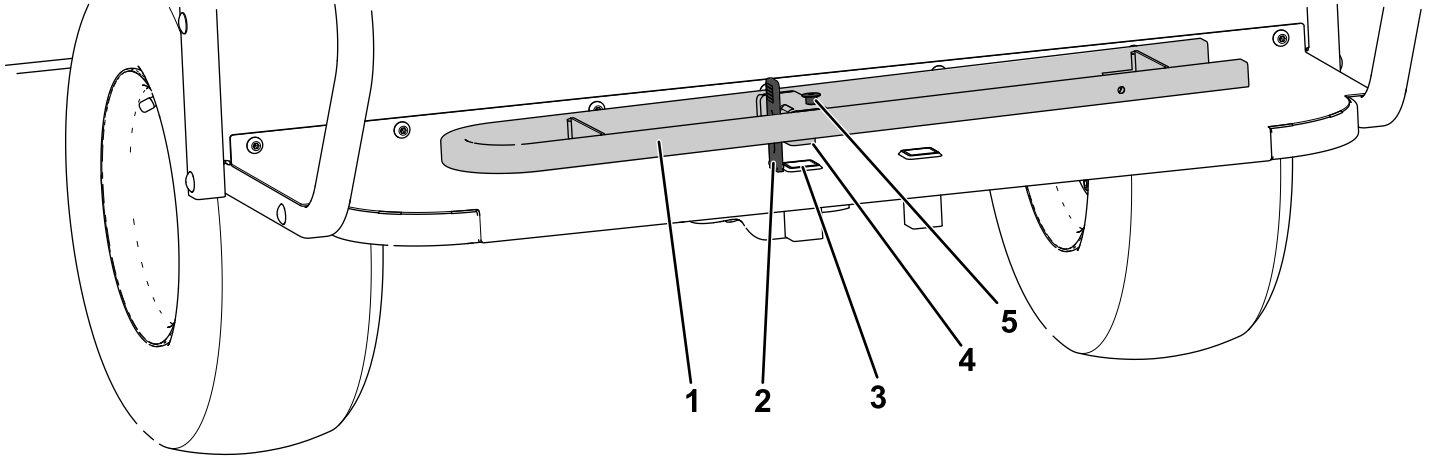

Bild 12
1. Entfernen Sie den Rücksitzgriff und legen Sie ihn flach auf die Fußplattform; fluchten Sie die Nase am Griff mit dem Griffloch an der Fußplattform aus (**Bild 12**).
2. Befestigen Sie den Griff mit dem Vergurtungsriemen und der Senkschraube am Rücksitzgriff an der Fußplattform (**Bild 12**).